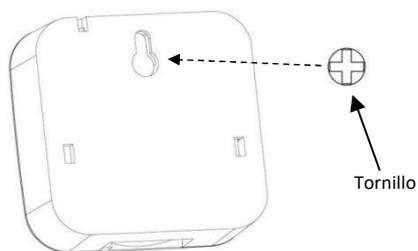

Fig.2
- Para Mini Rcontact RF: Fijado tornillo en la pared y poner el Mini Rcontact RF en el tornillo por agujero redondo.(Fig.2)